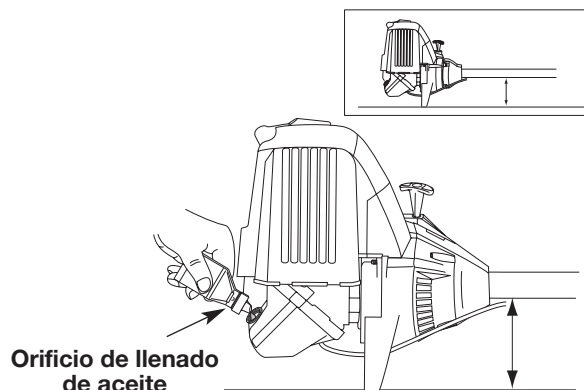

Fig. 17
2. Coloque la unidad sobre una superficie plana (Fig. 17)
4. Vierta todo el contenido de la botella de aceite en el cigüeñal (Fig. 17).